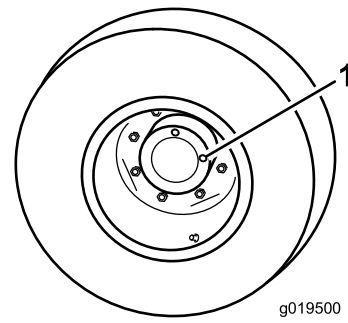

Figure 72
1. Amenez la machine sur une surface plane et horizontale, tournez la roue de sorte à placer un bouchon de contrôle à la position 12 heures et l'autre à la position 3 heures (Figure 72).
1. Bouchon de contrôle/vidange (2)
2. Retirez le bouchon qui est à la position 3 heures (Figure 72).